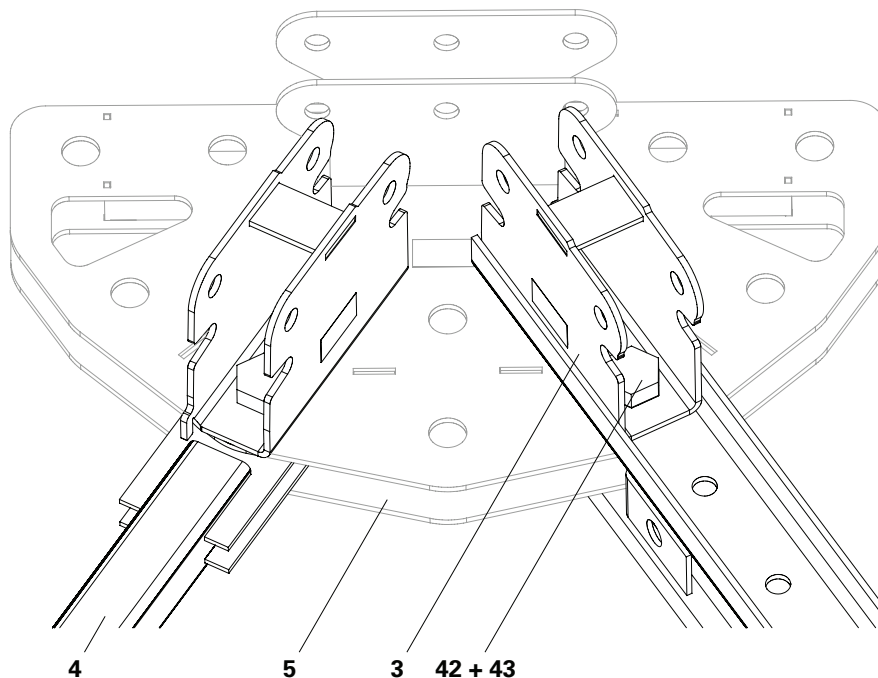

Fig. A2.11
- Inserire viti ISO 4017 M30 x 100 (42) attraverso il nodo di corrente ATG (5), l'attacco dell'impalcatura ATG (3) e il corrente in acciaio (25) o il nodo di corrente ATG (5), l'attacco dell'impalcatura ATG (3) e la diagonale di trave (4).
- Avvitare viti ISO 4017 M30 x 100 (42) con dadi esagonali ISO 4032 M30 (43). (Fig. A2.11)